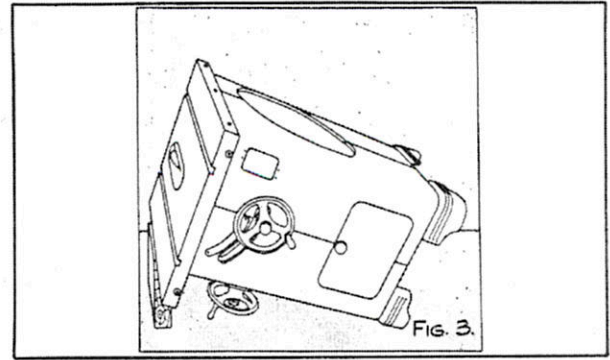

Fig. 3
3. Tilt the saw cabinet, as shown in Fig. 3. Place a block or blocks of wood under the edge of the table, approximately 8 to 10 inches high in order that the tilting handwheel clears the floor, as shown in Fig. 3.
3. Penchez la scie sur le côté comme le montre la figure 3 après avoir pris la précaution de placer un madrier d'environ 8 à 10 pouces d'épaisseur sous le bord de la table, de façon à empêcher le banc de reposer sur le volant d'inclinaison de la lame (voir fig. 3).